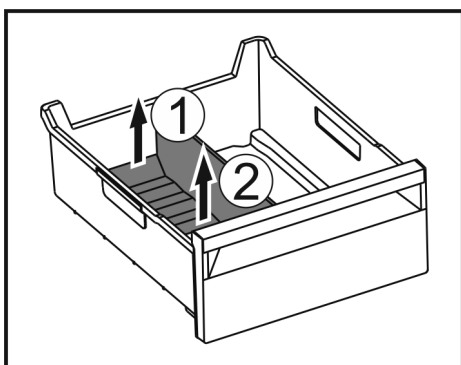

Fig. 114
- ▶ Tõstke jääkambrieraldaja tagumine osa üles. Fig. 114 (1)
- ▶ Võtke jääkambrieraldaja ülespoole välja. Fig. 114 (2)